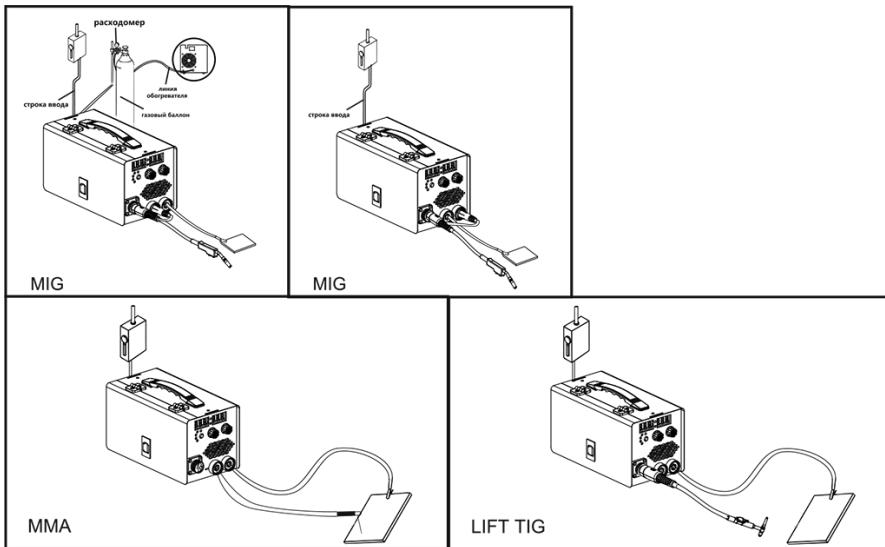

рис.3
6. Схема подключения и основные компоненты сварочного полуавтомата в режиме MIG-MAG, LIFT TIG и MMA соединения (рис.3):